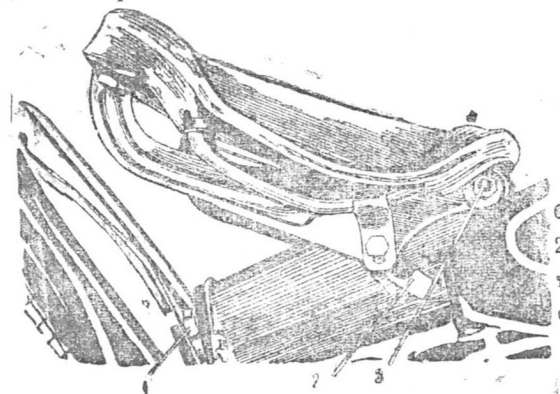

Рис. 22.
**Седло.** Седло водителя—качающегося типа, амортизация седла обеспечивается цилиндрической пружиной. В пружину седла ввернуты червяк, соединенный с втулкой 2 рис. 22 и ввертыш, в который ввинчивается регулировочный винт пружины 1 рис. 22.